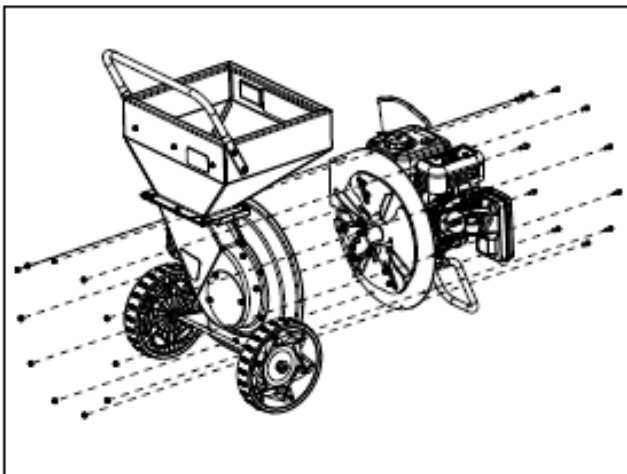

РИСУНОК 13 – Получение доступа к ножам и молоточкам
3. Отсоедините корпус ротора и лотка от пластины ротора. СМ, РИСУНОК 13.